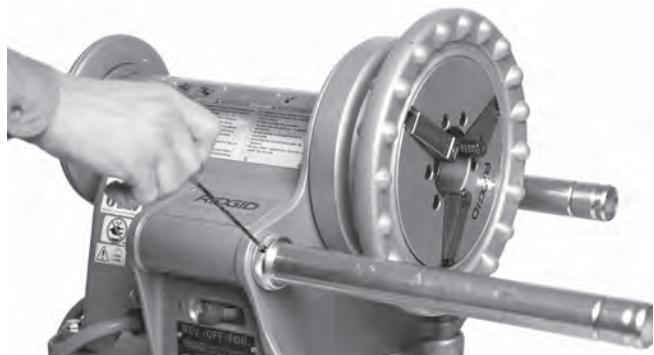

Figura 8 – Ubicación de los tornillos de montaje
- Extienda las barras de apoyo completamente hacia adelante. Empuje hacia atrás los aros de retención hasta que topen el alojamiento de la máquina 300. Con una llave hexagonal de $1/8$ ", apriete los tornillos de montaje en los aros de retención (*Figura 8*).